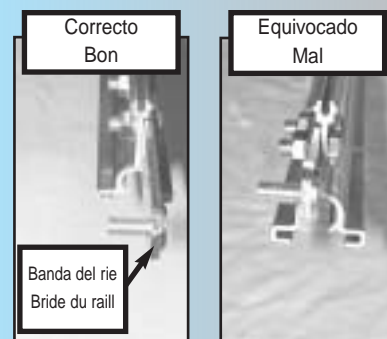

Fig. 1-16
- Ponga la banda del riel contra el extremo del riel de manera que el espárrago acoplado pase en el frente del extremo del riel. **Fig. 1-16.**
- Placer la bride du rail sur l'extrémité du rail de sorte que le goujon fixé passe devant l'extrémité du rail. **Fig. 1-16.**